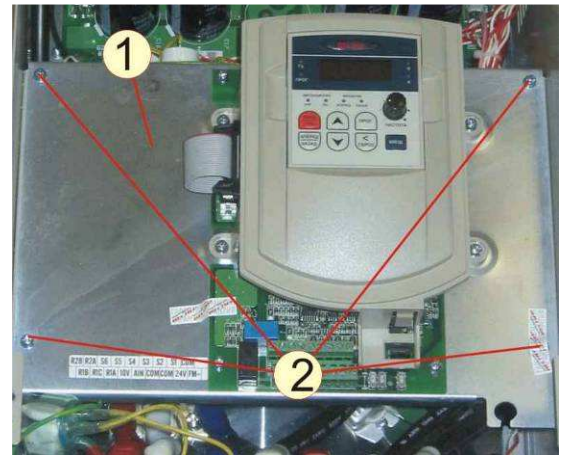

Рисунок 6.12
6.5.4 Выкрутить четыре винта 2, снять панель пульта в сборе 1 (рисунок 6.12). Положить винты и панель пульта в сборе в тару.